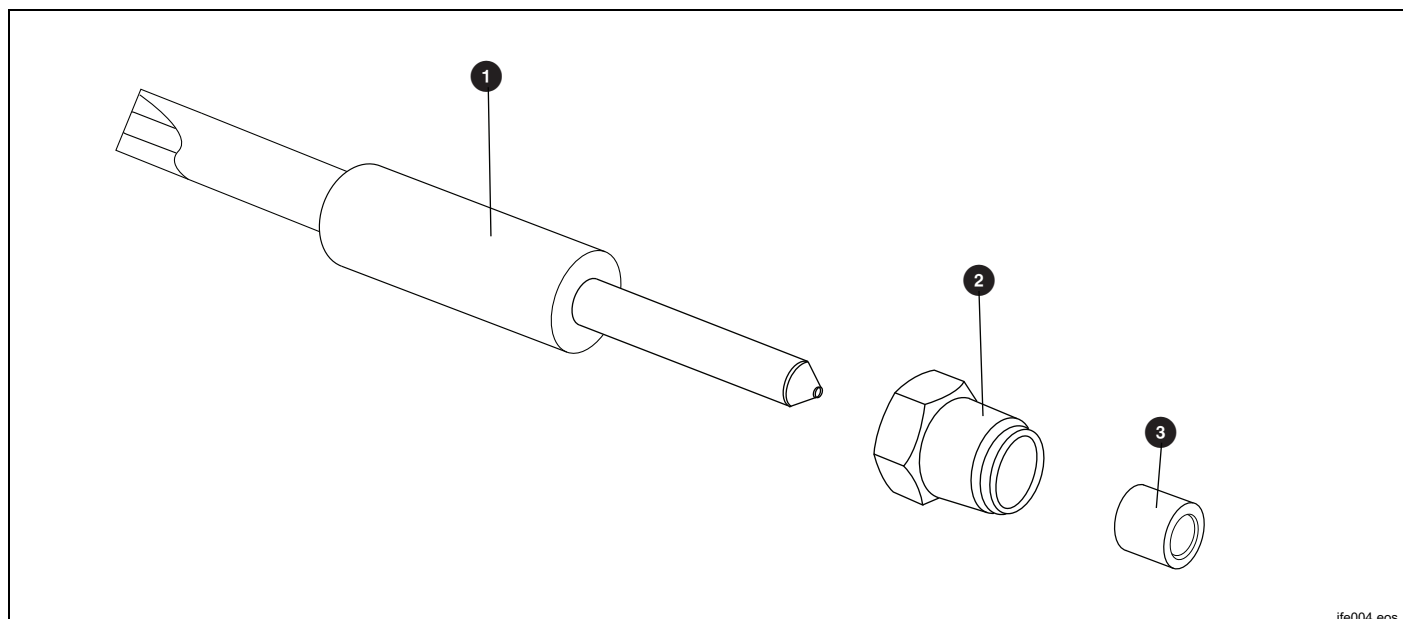

图 1。
1. 将压紧螺母滑到软管端接头的螺纹中心部分，如图 1 所示。